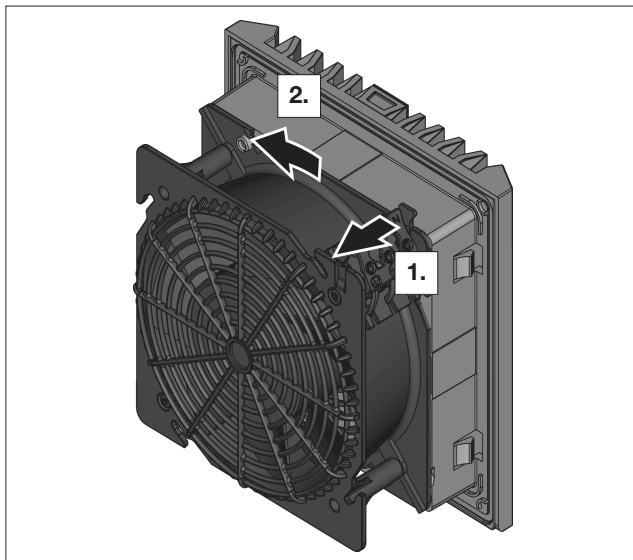

図7: バヨネットロックの解除
- ファンユニットの背面にあるバヨネットロックのタブ (図7を参照) を引っ張って、バヨネットロックを解錠してください。